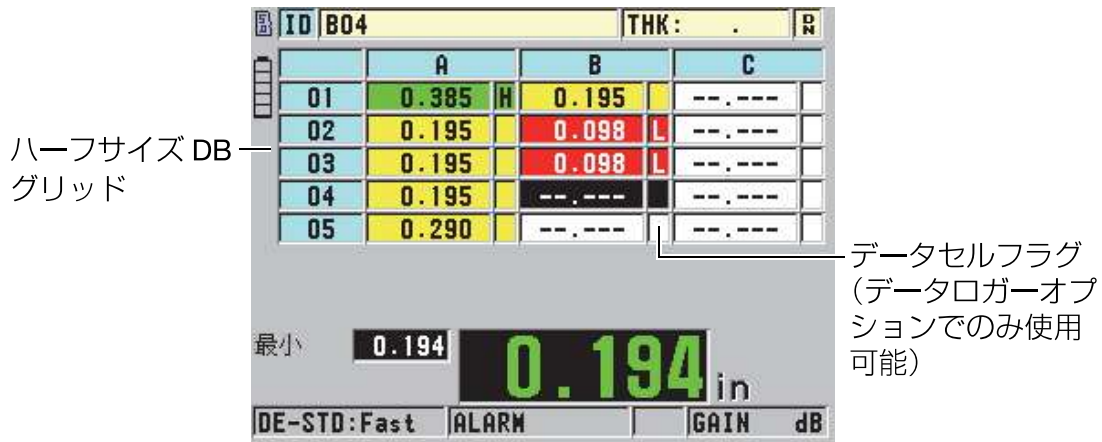

図 9-7 ハーフサイズ DB グリッド
データベースグリッド (DB グリッド) は、2-D データのテーブル表現です。この表現によって、ユーザーは ID のプリセットリストに従わずに、グリッド上で任意方向に自由に移動できます。次の ID 位置に自動的に増分しないで、十字キーを使用して、所望の位置に移動することができます。A-スキャン、DB グリッド及び厚さ測定値を同時に表示することができます (160 ページ図 9-7 参照)。厚さ測定値が入る範囲に対応するデータセルフラグ及び背景色を表示するように、グリッドセルを設定することができます。
6. データセルフラグを使用可能なオプションの 1 つに設定して、DB グリッドの各データセルで 1 つのデータフラグを表示します。データセルフラグは、データセルで厚さ値の右側の小さなボックスに表示される文字です（160 ページ図 9-7 参照）。使用可能なオプションは次のとおりです。